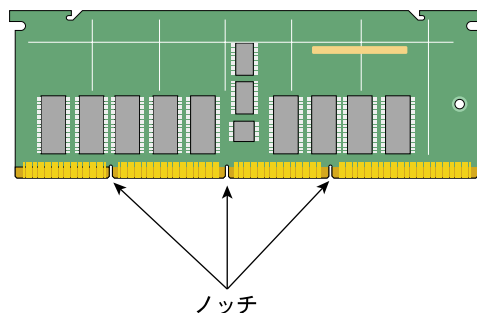

図4-11 DIMM のノッチの場所
4. DIMM をソケットに合わせます。この際、DIMM の下部にあるノッチがソケットの下部の突起に揃っていることを確認します。図 4-11 を参照してください。